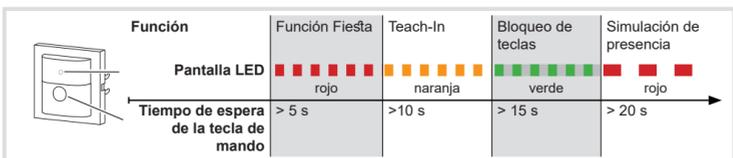

Figura 3: Selección de las funciones especiales y pantalla LED
- Selección de funciones especiales con la tecla pulsada. La pantalla LED facilita la selección (figura 3).
- Mantener pulsada la tecla (7) durante más de 5 segundos hasta que el LED de estado (8) parpadee en rojo (figura 3).
- Mantener pulsada la tecla durante más de 20 segundos hasta que el LED de estado (8) parpadee lentamente en rojo (figura 3).